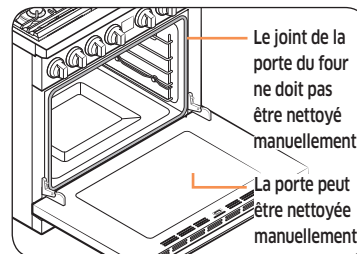

Fig. 2
- Ne nettoyez pas le joint en lui-même. La fibre de verre utilisée pour le joint de la porte ne résiste pas au nettoyage. Le joint doit absolument rester intact. Si vous constatez qu'il s'use ou se rétracte, faites-le remplacer. (Fig. 2)